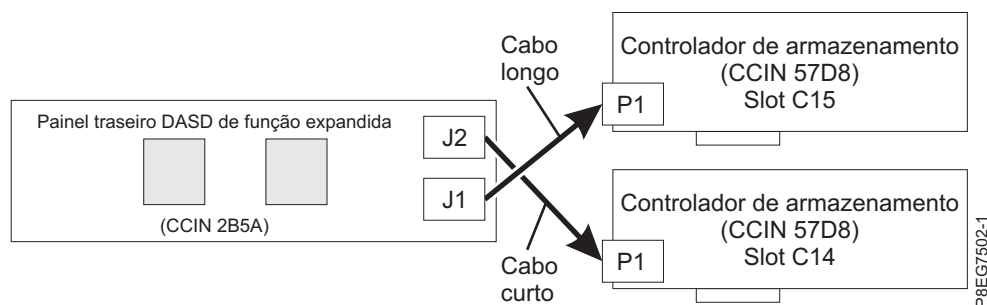

Figura 8. Reconectando o cabo SAS em uma configuração de função expandida
- Se houver dois adaptadores internos PCIe3 x8 cache SAS RAID (CCIN 57D8) (função expandida), o cabo SAS curto conectará o conector do painel traseiro da unidade de disco superior (J2) ao conector P1 no adaptador interno SAS RAID no slot P1-C14. O cabo SAS longo conectará o conector do painel traseiro da unidade de disco inferior (J1) ao conector P1 no adaptador interno SAS RAID no slot P1-C15. Consulte o Figura 8 na página 9.